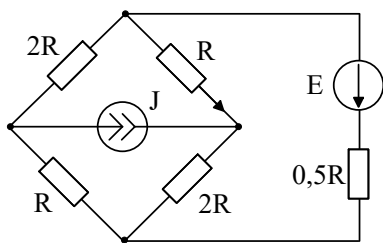

Рис. 1.12
4.24. Вычислить ток I в цепи на рис. 1.12 методом эквивалентного генератора $E=2$ В; $\gamma=4$ А; $R=4$ Ом.